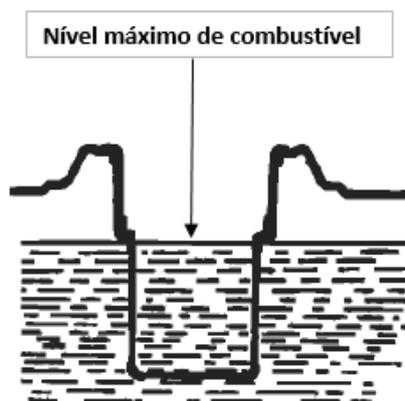

Figura 3. Nível máximo de combustível
- Não exceda o limite do tanque de combustível (não deve haver nenhum combustível na garganta de enchimento, veja conforme figura 3). Após reabastecer, certifique-se que o tampão do tanque está fechado correta e firmemente.